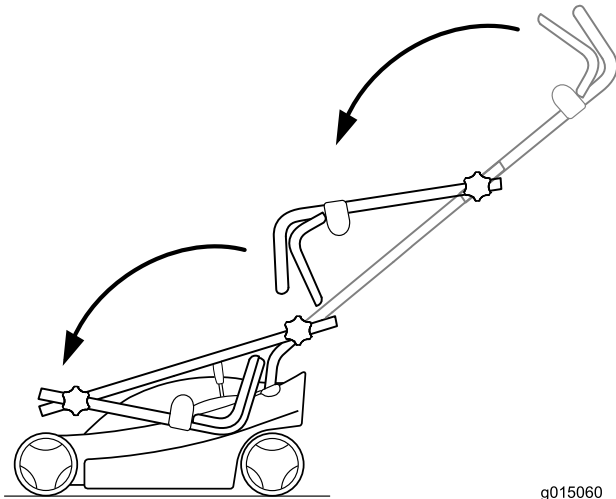
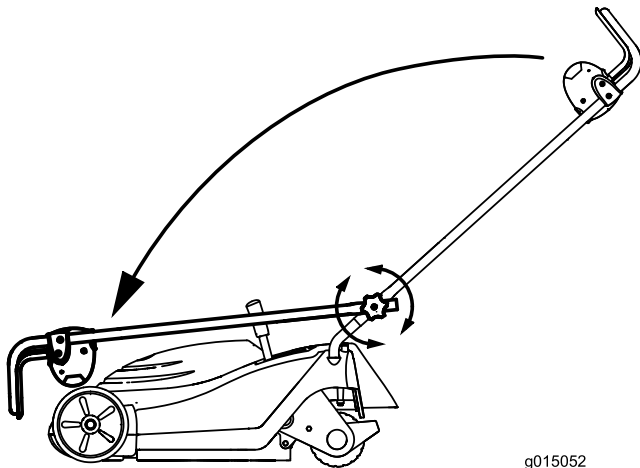

Figura 20
Figura 21
3. Pliegue el manillar según se indica en Figura 20 y Figura 21, dependiendo del modelo.